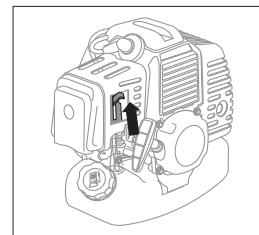

fig. 9
4. Mettez un levier de l'aérateur à registre en position supérieur - || "Fermé" (fig. 9).
7. Mettez le levier de l'aérateur à registre (fig. 9) en position moyenne.